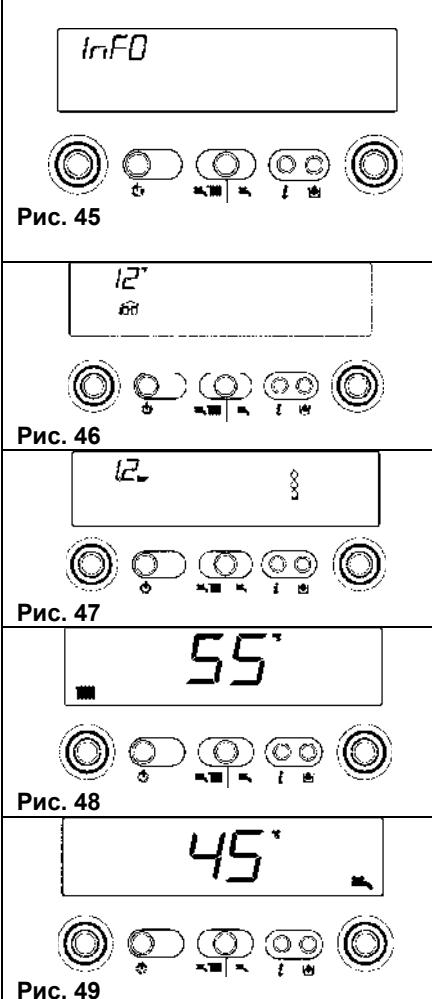

Рис. 45
При нажатии кнопки o, дисплей погаснет и будет гореть только надпись InFO (рис. 45). При нажатии кнопки o, котел позволяет отобразить некоторую полезную информацию, относящуюся к его работе. При каждом нажатии этой кнопки будет отображаться следующая информация. Если не нажимать больше эту кнопку, система автоматически вернется к стандартному отображению.
**Info 0** Отображается надпись InFO (рис. 45)